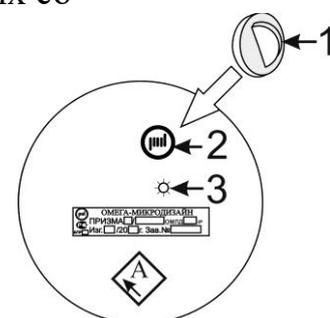

Рис. 6.8
микродизайн». Для установки блока БПРМ (БПРД) на кронштейне КВЗ-3/0 (0,2; 0,3; 0,4; 0,5; 0,5Т) необходимо выкрутить зажимной болт на наконечнике до освобождения места под шарнирный стержень, затем установить в его паз шарнирный стержень и затянуть болт до жёсткого закрепления шара стержня в пазе. Имеется возможность визуального контроля работоспособности БПРД с помощью встроенного светодиодного индикатора 3 и магнита 1 из комплекта поставки (см.рис. 6.8). На тыльной стенке кожуха нанесено наименование блока и заводской номер. На тыльной стенке БПРМ расположен двухцветный индикатор для визуального контроля извещателя. Ромб (квадрат) обозначенный «А» на тыльных стенках БПРМ и БПРД указывает на ориентацию антенны в блоке и соответственно на ее поляризацию ( - вертикальная или горизонтальная,  - наклонная ~ 45°).
6.3.2.1 На тыльной стенке кожуха БПРД имеется окно встроенного светодиода 3 для визуального контроля работы, для чего к фирменному значку 2 на тыльной стенке БПРД необходимо приложить и удерживать во время контроля магнит 1 (см. рис.6.8). В случае нормальной работы БПРД, светодиод методично мигает с периодом около 1 сек. На тыльной стенке конструкции БПРМ расположен двухцветный индикатор. В дежурном режиме индикатор не светится, в случае прохождения тревоги, мигает 8 раз красным цветом. Синий цвет кратковременно включается, при подаче питания и после тревоги, указывая на правильную работу извещателя. Красный цвет индикатора БПРМ указывает на выключенный или неработоспособный БПРД.